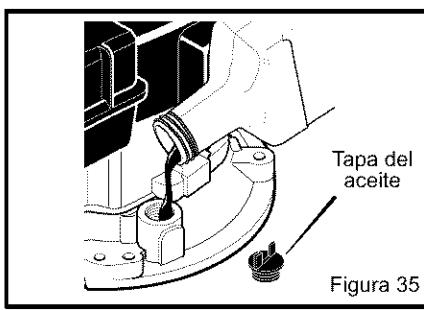

Figura 35
4. Quite la **tapa del aceite** (ver la Figura 35). Llene lentamente el cárter de motor. No lo llene demasiado. Consulte las "Especificaciones del producto" para obtener información sobre la cantidad y grado de aceite. Ponga nuevamente la **tapa del aceite**.